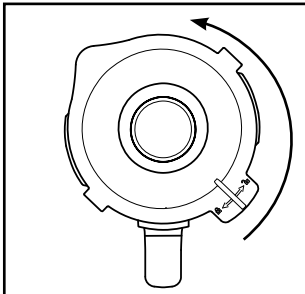

Bild 1
- 1) Lyft mixerbehållaren ③ rakt uppåt för att ta av den från motorblocket ⑥.
- 2) Ta av locket ② genom att vrida det motsols mot läge  (se bild 1) tills det lossnar och kan tas av.
- 3) Fyll mixerbehållaren ③ minst upp till det undre strecket på skalan ⑧ men inte över MAX-markeringen. För bästa resultat rekommenderar vi följande maximala påfyllningsmängder: